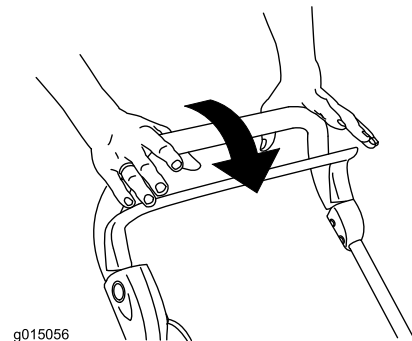

Bild 12
1. Lassen Sie den Schaltbügel los (Bild 12).